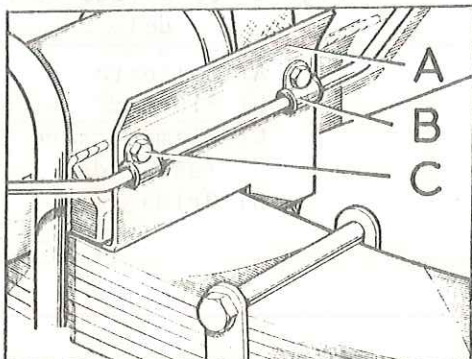

Fig. E -56. Abrazaderas para el protector de la tubería
1.03. Soltar las abrazaderas, B (Fig. E -56), de los protectores, A, situados en cada extremo del eje.